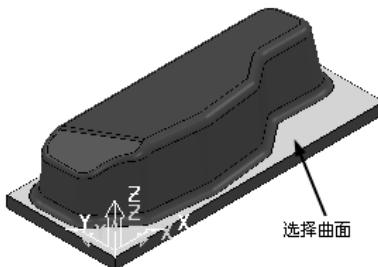
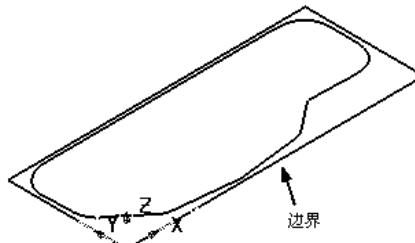

图 5-100 选择曲面 5
图 5-101 创建的边界 4
2) 选择图 5-100 所示的曲面，然后单击“应用”按钮，单击“接受”按钮即可完成边界创建，如图 5-101 所示。